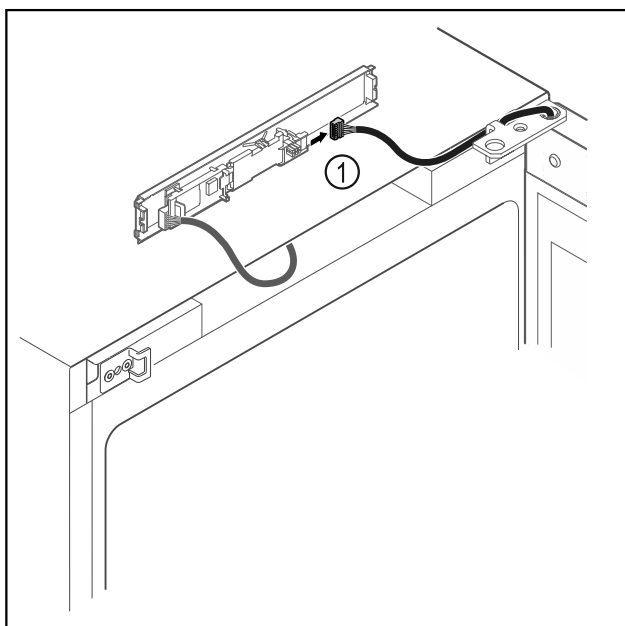

Fig. 16
- Odpojte zástrčku Fig. 16 (1) z dosky plošných spojov.